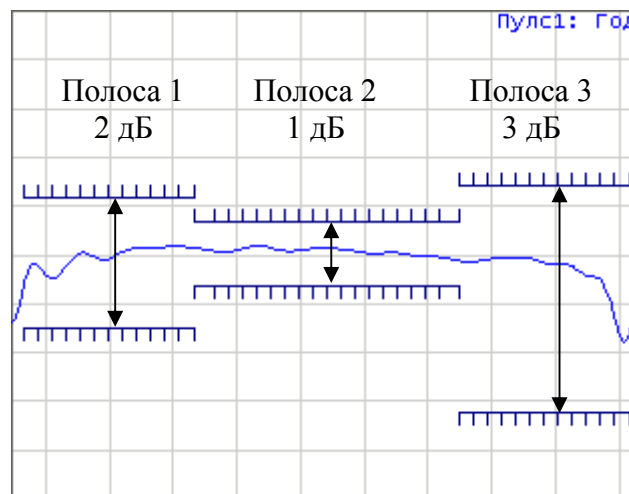

Рисунок 7.24 Пределы пульсаций
*Предел пульсаций* состоит из одного или нескольких сегментов (рисунок 7.24), каждый из которых контролирует превышение уровня пульсаций в своей полосе частот. Сегмент задается полосой частот и предельным уровнем пульсаций.